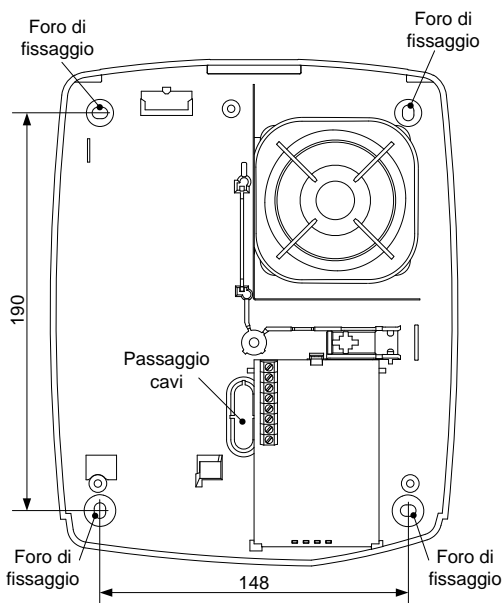

Figura 2 - Vista del fondo della sirena – dimensioni in mm
- Procedere all'installazione a muro utilizzando gli appositi fori di fissaggio a rompere presenti sul fondo del contenitore (come indicato in *figura 2*).